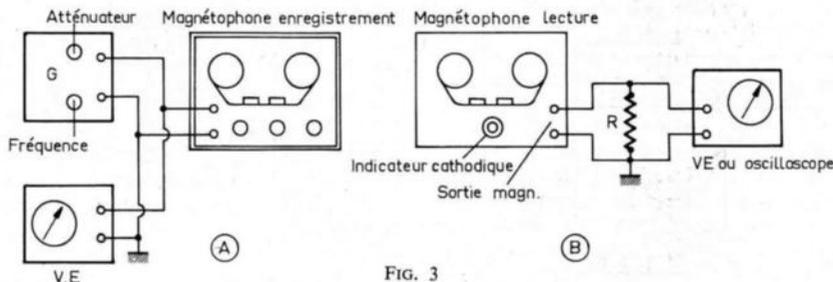

FIG. 3
Cette opération terminée, avec le montage (A), on réenroulera le ruban et on effectuera la lecture à l'aide du montage (B) de la figure 3.
La figure 3 donne le principe général du montage de mesures qui en fait, comprend deux montages, celui d'enregistrement et celui de reproduction.
On pourra aussi vérifier, avec les montages de mesure de la figure 3, l'égalité ou la non-égalité des résultats obtenus avec la bobine retournée (2e piste). Si les résultats sont différents, la tête est mal calée.